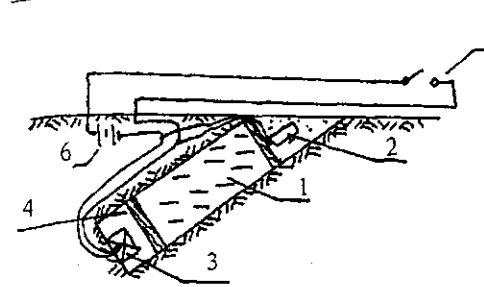

Рис. 97. Схема 3.
огнеметных фугасов американцы любили использовать пустые артиллерийские крупнокалиберные гильзы, или похожую на них укупорку снарядов (рис. 97, сх. 3). В цилиндрическую емкость клали заряд ВВ (3), сверху помещали прокладку — поршень (4), и заливали огнесмесь (1). У верхнего среза клали фосфорную гранату (2). Соединяли фосфорную гранату с зарядом ВВ при помощи детонирующего шнура или провода (5) со сторожащим механизмом или пультом управления.